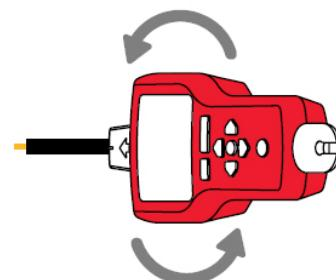

Figura 3.2d
- Para comprobar la dirección del cable, gire periódicamente el receptor 90 grados. La intensidad de señal será más alta cuando esté alineado con la marca del sensor de punta. (consulte la Figura 3.2d).